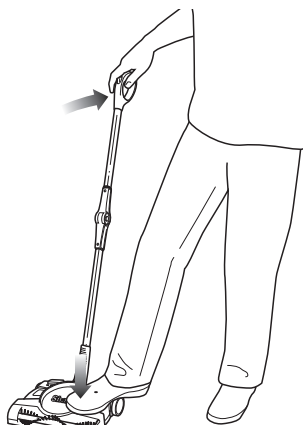

Fig. 2
- 2 Tirez la poignée vers l'arrière et appuyez légèrement sur le boîtier de l'appareil avec votre pied afin d'engager le mécanisme de manœuvre. (fig. 2)